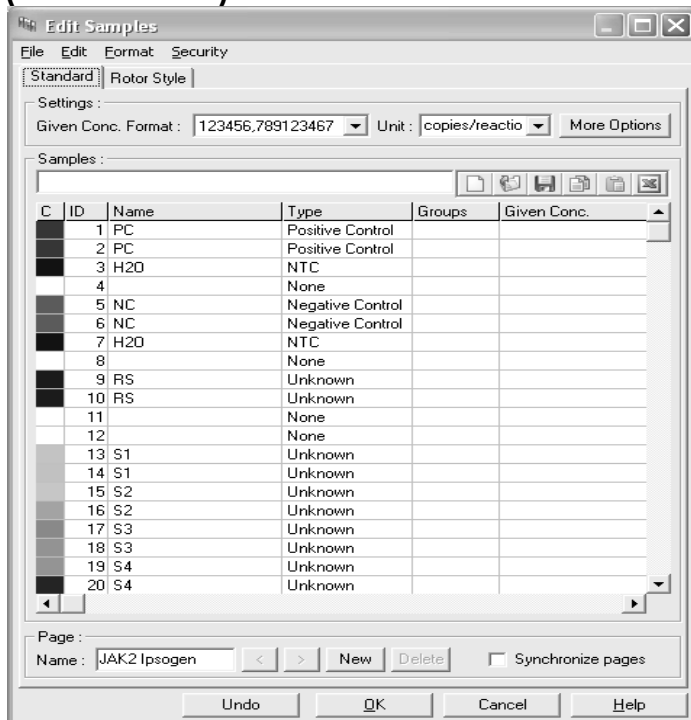

Ilustración 7. Configuración de Rotor-Gene: "Edit Samples" (Editar muestras).
16. Introduzca la configuración del rotor en el software Rotor-Gene (ilustración 7).